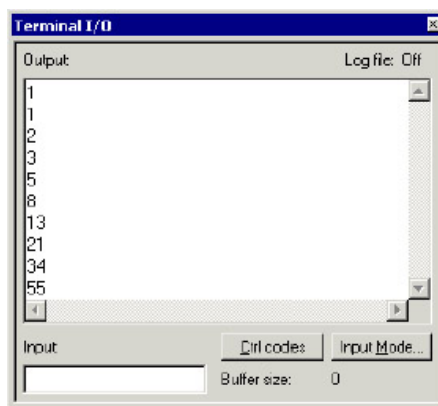

图 19. Terminal I/O 窗口
⑤ 选择主菜单 `View > Terminal I/O` 显示 I/O 操作的输出,见图 19。